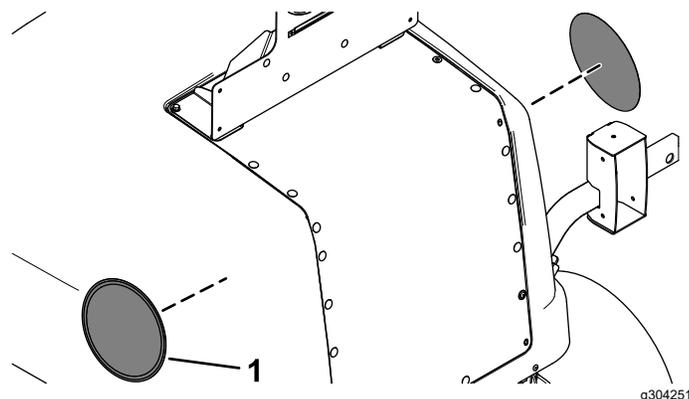

Figura 34
- 14. Coloque las pegatinas adecuadas de limitación de velocidad a cada lado del capó (Figura 34).